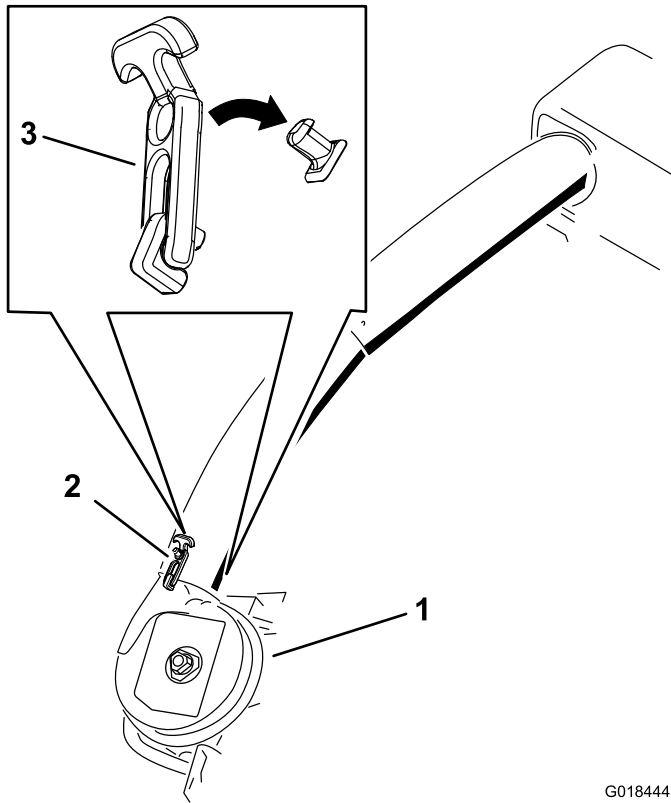

Bild 29
- Befestigen Sie das untere Rohr mit beiden Riegeln am Gebläse (Bild 29).
21. Befestigen Sie das untere Rohr mit beiden Riegeln am Gebläse (Bild 29).